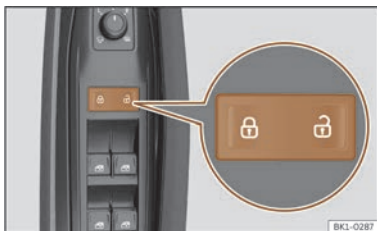

Fig. 75 Sur la portière du conducteur : bouton du verrouillage centralisé.
- Verrouiller : appuyez sur le bouton >>> **fig. 75.**
- Déverrouiller : appuyez sur le bouton >>> **fig. 75.**